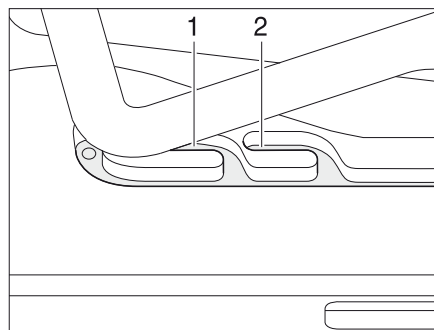
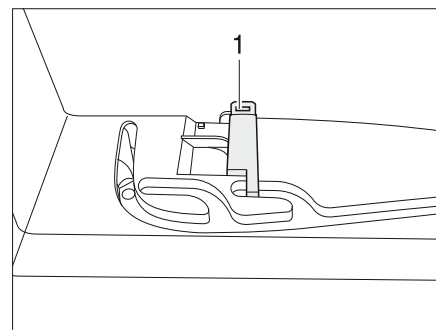

Bild 93 Heki-takluckan i ventilationsläge
Bild 94 Lås ventilationsläge
Heki-takluckan kan ställas i två ventilationslägen: Läget för dåligt väder (Bild 93,1) och mittläget (Bild 93,2). Beroende på modell kan takluckan låsas i mittläget med spärren (Bild 94,1).
- Tryck bygeln lätt uppåt och skjut in den i det valda spåret (Bild 93,1 eller 2) och lås eventuellt.